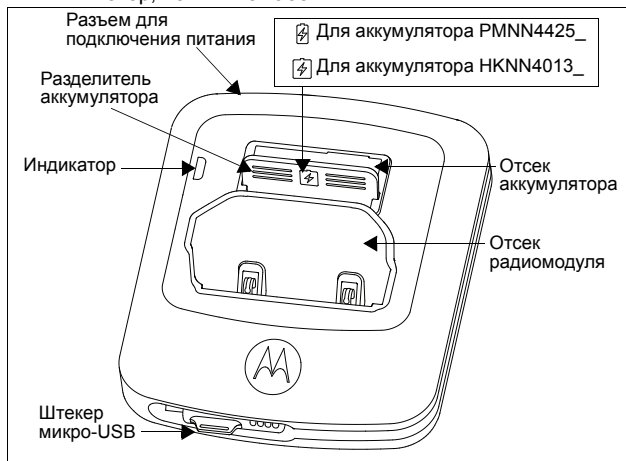

Рис. 1: Зарядное устройство, рассчитанное на три устройства
- а. Вытяните и поверните разделитель аккумулятора в соответствии с типом аккумулятора, который нужно зарядить, после чего поместите его обратно в разъем. (См. Рис. 1).